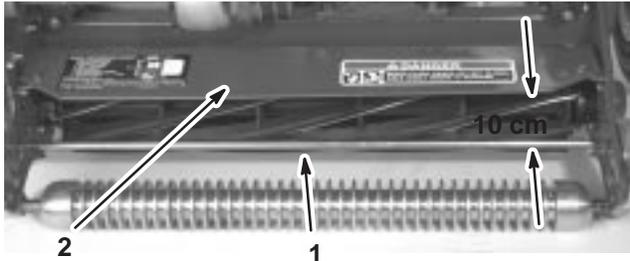

Bild 17
1. Messen Sie den Abstand zwischen dem oberen Ende der vorderen Stützstange und der vorderen Lippe des Schutzblechs an jedem Ende des Schneidwerks (Bild 17).